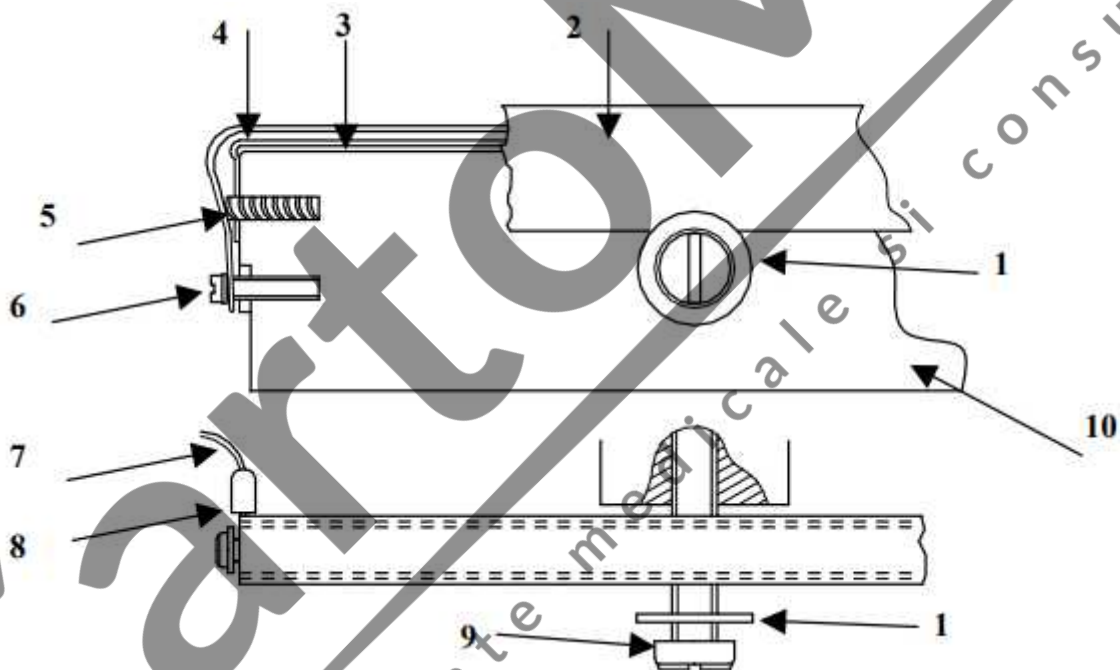
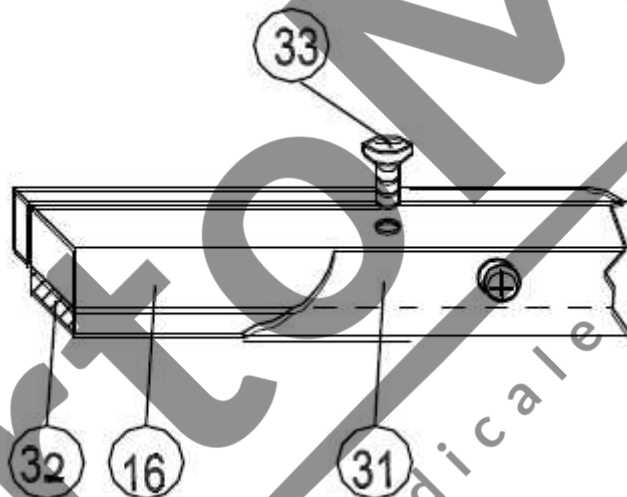
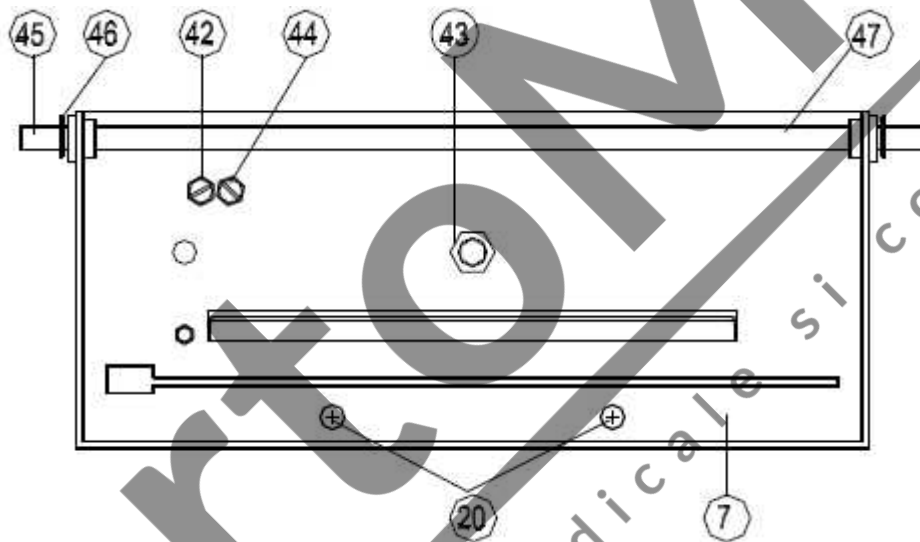

fig. 8
fig. 9
fig. 12
Materialul de protecție (nr. 2 fig. 8) poate fi deteriorat în urma uzurii normale, din cauza timpilor de sigilare setați excesivi sau din cauza introducerii accidentale a instrumentelor între bare. Pentru a-l înlocui procedați după cum urmează :
Pentru a efectua mai comod aceste manevre, deconectați cele două cabluri de alimentare (nr. 7 fig. 8) de la extremitățile barei.
Rezistorul (nr. 4 fig. 8) poate fi deformat sau întrerupt din cauza introducerii involuntare a instrumentelor chirurgicale sau a altor corpuri între bare.
- Deșurubați și scoateți cele două uruburi (nr. 6 fig. 8)
- Scoateți rezistența deteriorată având grijă să nu pierdeți cei doi conectori lamelari (nr. 8 fig. 8) și cele două arcuri de compensare (nr. 5 fig. 8)
- Controlați starea benzii subrezistor (nr. 3 fig. 8). Dacă este deteriorată, înlocuiți-o.
Rezistorul trebuie să fie pus bine în timpul blocării sale prin intermediul uruburilor (nr. 6 fig. 8)
Materialul de protecție (nr. 31 fig. 9) și cauciucul (nr. 32 fig. 9) barei mobile superioare (nr. 16 fig. 8 sau nr. 7 fig. 1) pot să se uzeze sau să se deterioreze.
- Scoateți bara mobilă superioară (nr. 16 fig. 9) după ce ați deșurubat cele două șuruburi (nr. 20 fig. 12)
- Montați la loc procedând în sens invers și având grijă ca bara mobilă superioară să fie perfect paralelă și aliniată cu bara de sigilare inferioară, înainte de a înșuruba la loc șuruburile (nr. 20 fig. 12)